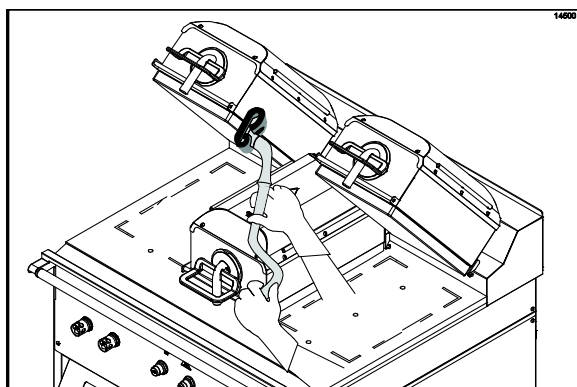

Figure 55
22. Appliquer le nettoyant pour gril aux bords intérieurs des plaques de droite et de gauche (Cf. Figure 55).